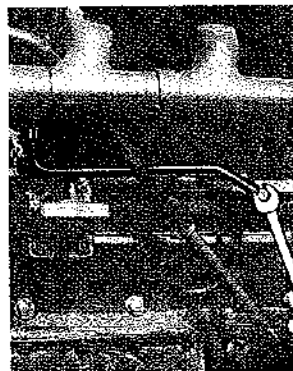
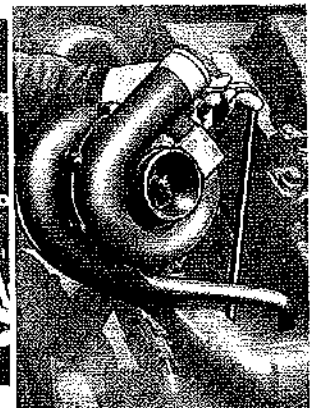

Fig. 99
Fig. 100
- Tubo mandata fissandolo al basamento (Fig. 99) ed al turbocompressore (Fig. 100) interponendo le guarnizioni.